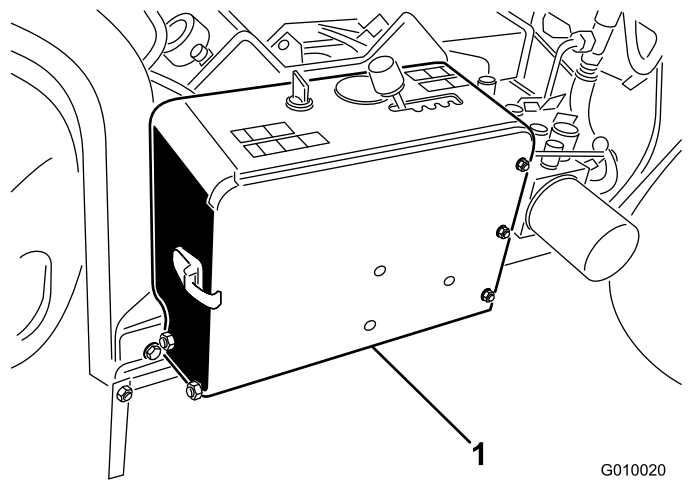

Figura 51
1. Desenganche y abra la cubierta del compartimento de la batería (Figura 51).